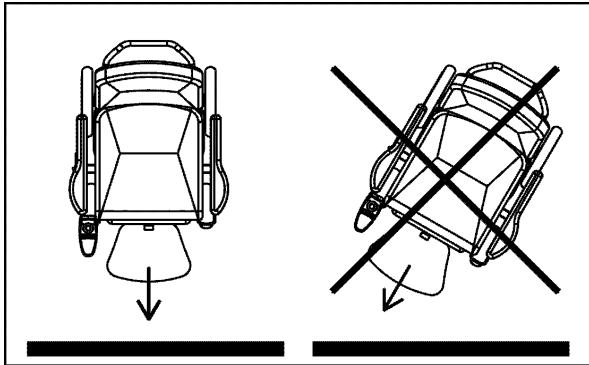

Abbildung 3.10
1. Stellen Sie den Rollstuhl gerade vor die Bordsteinkante (Abb. 3.10).